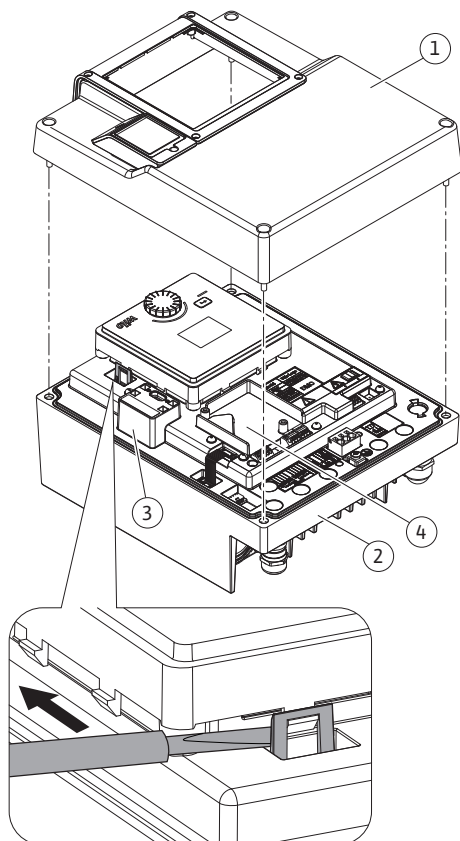

Fig. 17: Elektronicamodule
| Bovenste gedeelte elektronicamodule | Fig. 17, pos. 1 Fig. 1, pos. 2 | M5 | 4,5 | |
| CIF-module | Fig. 17, pos. 4 | PT 30 x 10 | 0,9 | |
CIF-modules (toebehoren) zijn bestemd voor de communicatie tussen pompen en gebouwbeheersystemen. CIF-modules worden in de elektronicamodule geplaatst (Fig. 17, pos. 4).